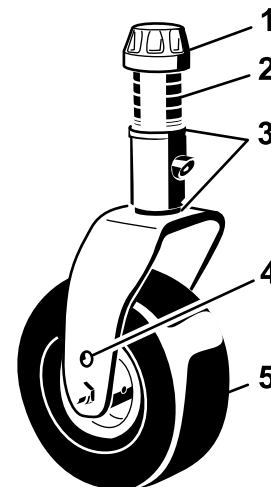
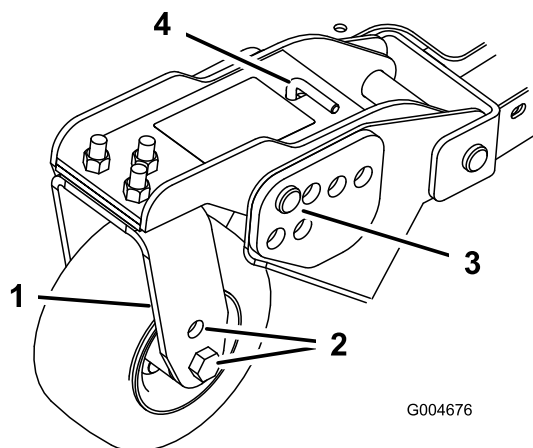
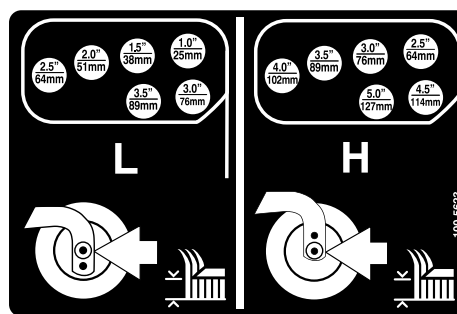

Figura 22
Figura 24
Figura 25
1. Posizionate gli assali delle ruote orientabili negli stessi fori di tutte le forcelle (Figura 22 e Figura 24).
2. Togliete il tappo tenditore dall'asse del fusello ed estraete il fusello dal braccio della ruota orientabile (Figura 22).
- Togliete la coppiglia ed i perni con testa dai bracci di rotazione delle ruote orientabili (Figura 24).
- Girate il tenditore per alzare o abbassare il braccio di rotazione finché i fori non sono allineati con i fori della staffa dell'altezza di taglio selezionati, nel telaio del piatto di taglio (Figura 24 e Figura 25).